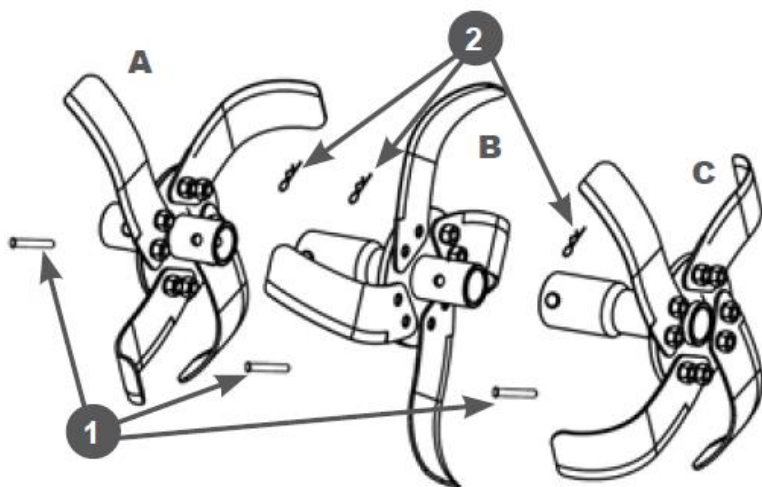

Рис. 2 Установка фрез
2. Установите фрезы на выходной вал редуктора, закрепите их пальцами поз. 1 и шплинтами поз. 2 (Рис. 2).
Для примера на Рис. 2 показана установка левых фрез.